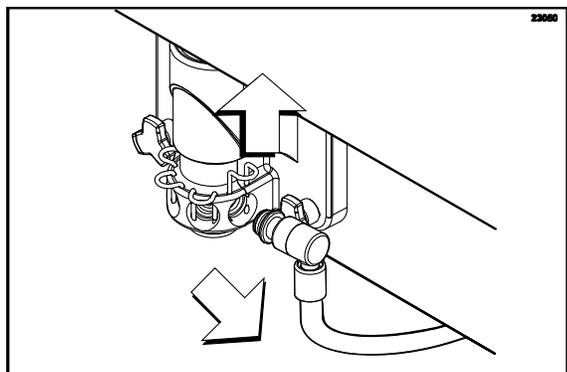

図54
9. フリーザードアからシロップラインを外します(図54を参照)。